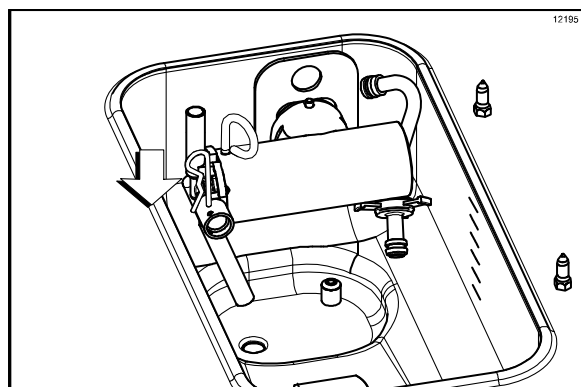

Figura 165
12. Remova a trava do tubo da bomba. Coloque o tubo de alimentação no canto do reservatório de mix. Coloque a trava na conexão de saída do conjunto da bomba em posição. (Veja a Figura 165.)